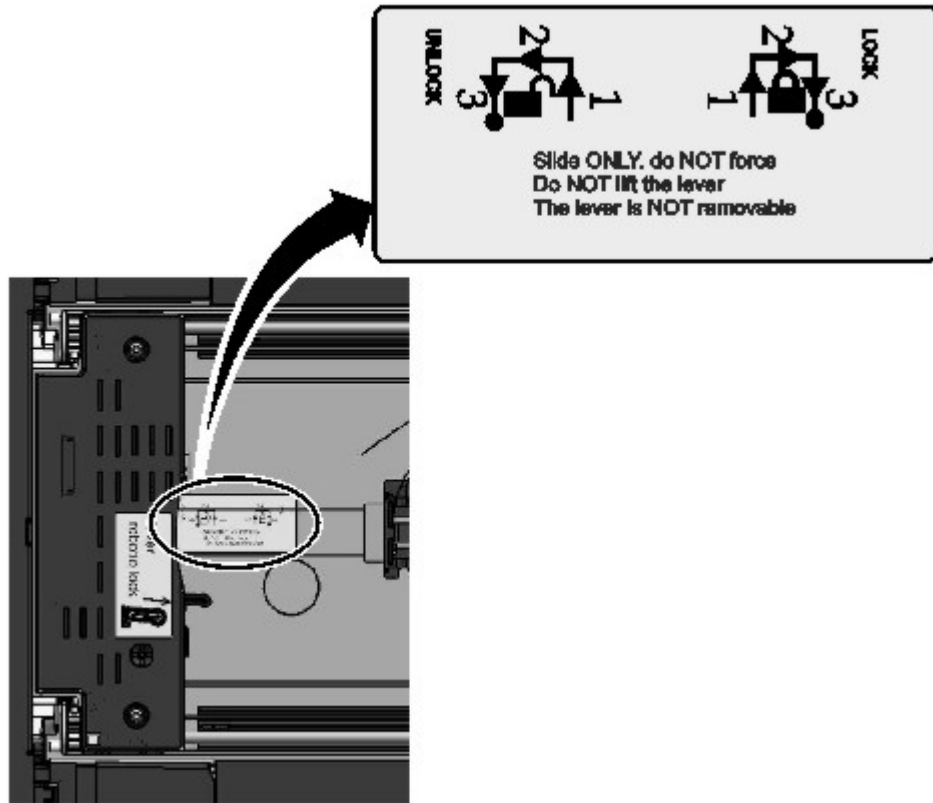

Abbildung 72. Roboter entriegeln
10. Entriegeln Sie den Hebel und legen Sie den Zugriffsmechanismus zur Seite. Siehe Abb. 72 auf Seite 137.